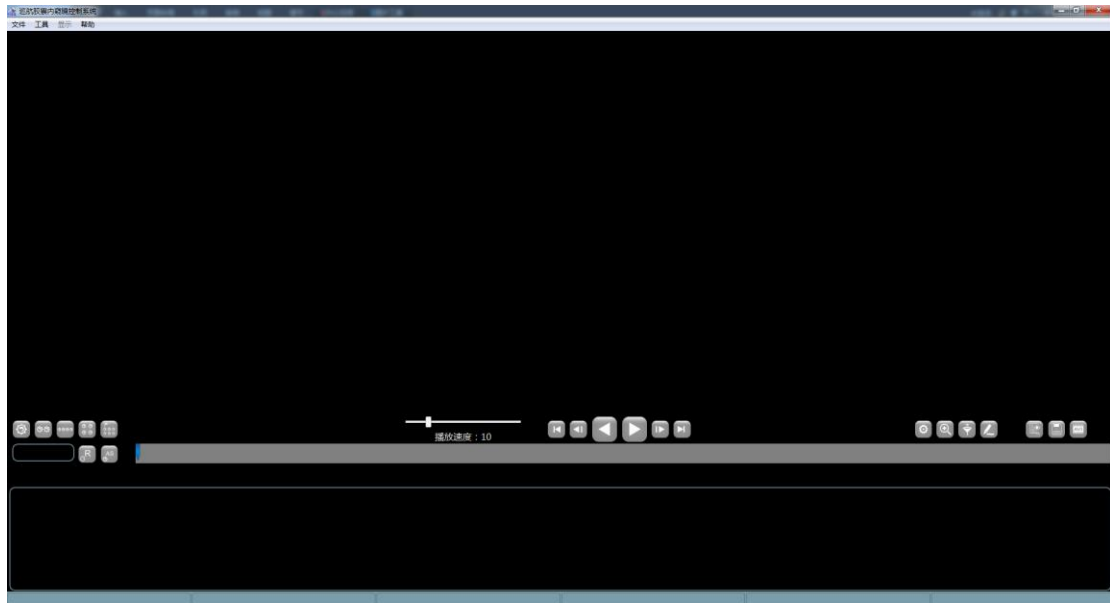

图 4-12 图片浏览界面
3. 进入图 4-12 图片浏览界面。图片浏览界面主要用于图片浏览、图片标注以及提供接口打开信息录入、实时查看、病例管理等界面。
1. 进入图 4-12 图片浏览界面，点击**工具**→**实时查看**，进入图 4-14 实时查看界面。
如果信息录入中的胶囊类型为胃胶囊或胃肠胶囊，录入之后会自动打开实时控制程序；如果信息录入中的胶囊类型为小肠胶囊不会自动打开实时控制程序，在图 4-12 图片浏览界面，点击 **工具→实时控制**，进入胶囊控制程序的界面，包括胶囊控制主界面和实时查看界面。